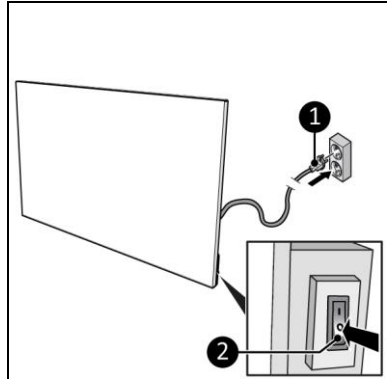

Abbildung 10
2. Stellen Sie sicher, dass sich der EIN/AUS-Schalter in der AUS-Position befindet (Abbildung 10, Pos. 2).
3. Stecken Sie den Netzstecker (Abbildung 10, Pos. 1) in eine leicht zugängliche geerdete Steckdose. Verwenden Sie eine geerdete Steckdose mit einer Mindestleistung von 800 Watt.
1. Stellen Sie sicher, dass sich der EIN/AUS-Schalter in der AUS-Position befindet (Abbildung 10, Pos. 2).
2. Ziehen Sie den Netzstecker aus der Steckdose (Abbildung 10).